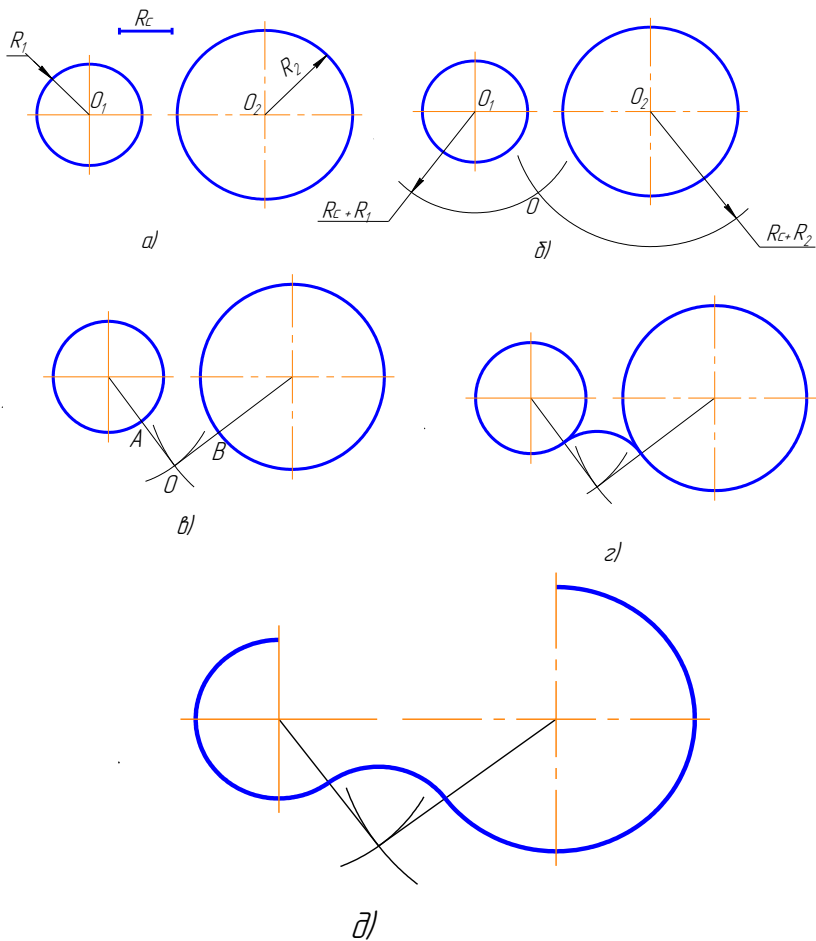

Рисунок 3.13 – Построение заданной окружности находящейся с внешней стороны сопрягающей дуги (внешнее сопряжение)
1. Найти центр сопряжения O , (рисунок 3.13, б). Для этого из O_1 и O_2 сделать засечки суммами радиусов: $R_c + R_1$ и $R_c + R_2$;
2. Найти точки сопряжения A и B , (рисунок 3.13, в). Соединить точку O с O_1 и O_2 : OO_1 ; OO_2 . На пересечении этих линий и сопрягаемых дуг отметить точки A и B .
3. Построить дуги сопряжения, т. е. радиусом R_c соединить точки A и B , (рисунок 3.13, г).